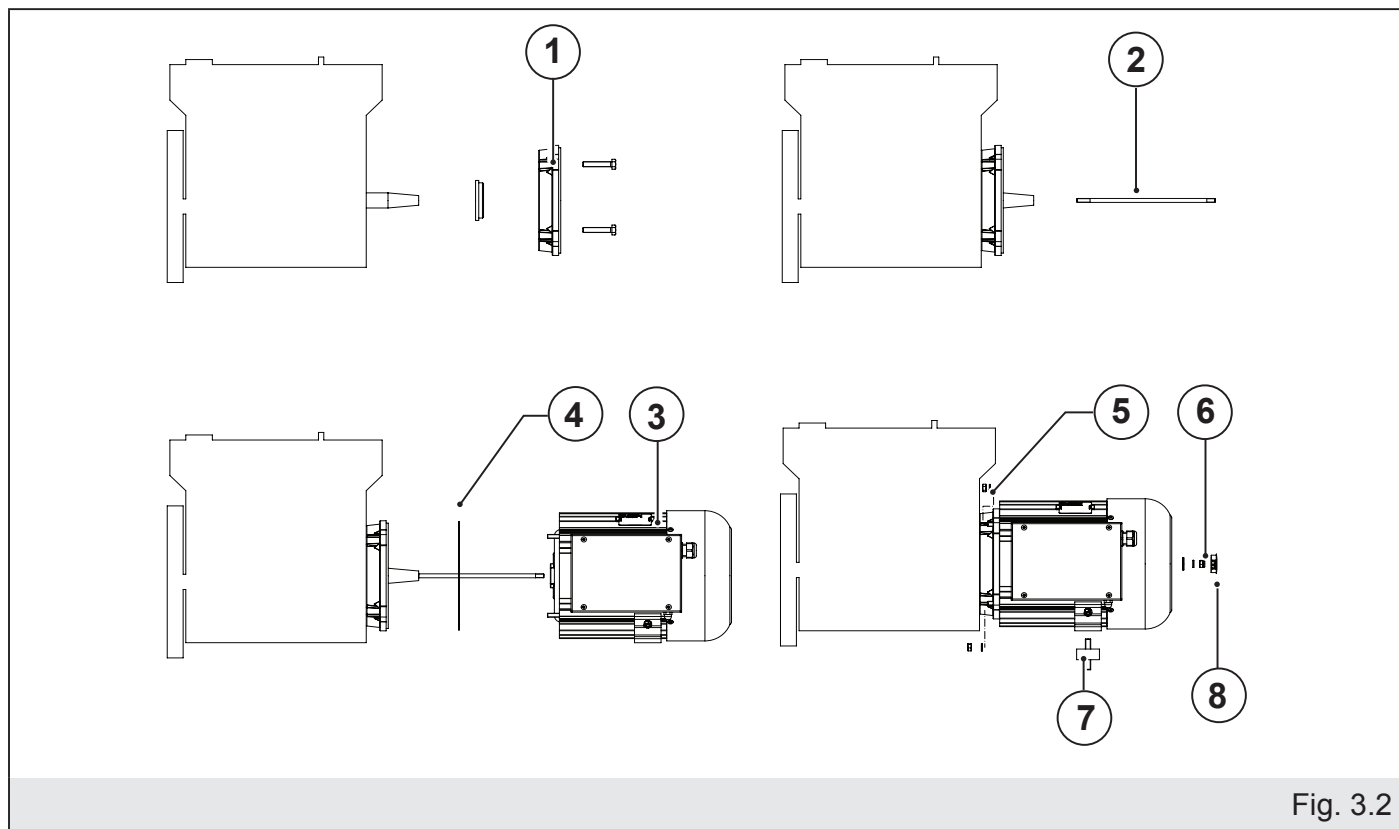

Fig. 3.2
- Fissare lo scudo anteriore (1 fig. 3.2) al motore mediante l'apposita flangiatura presente su di esso. **Attenzione:** la bulloneria non è inclusa nell'imballo. Si consiglia bulloneria a basso ingombro.
- Applicare il tirante (2) per il fissaggio assiale del rotore avvitandolo sulla sporgenza dell'albero motore.
- Assemblare l'alternatore (3) allo scudo (1) ponendo attenzione ad intraporre correttamente la guar-
- Fix the D.E. shield (1 fig. 3.2) to the engine. Pay attention: bolts aren't enclosed into generator package. Reduced dimensions bolts use is recommended.
- Apply the tie rod (2) that anchors the rotor by screwing it into the external section of the engine shaft.
- Assemble the generator (3) to the shield (1). Pay attention to the gasket (4): assemble it between the